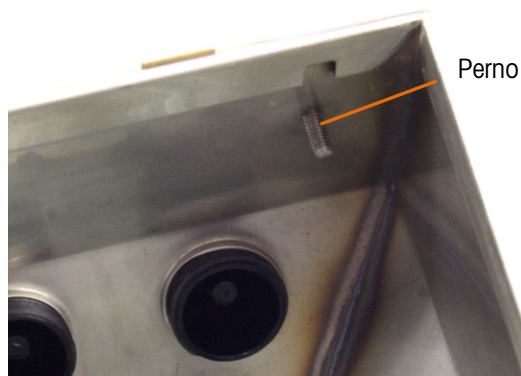

Figura 2-10: Perno per l'attacco capovolto del pannello anteriore
4. Ruotare attentamente il retro dell'armadietto di 180 gradi e ricollegare le piattine di massa ai due perni accanto ai manicotti di serraggio utilizzando i due dadi precedentemente rimossi. La Figura 2-10 mostra uno dei perni. Serrare i due dadi.